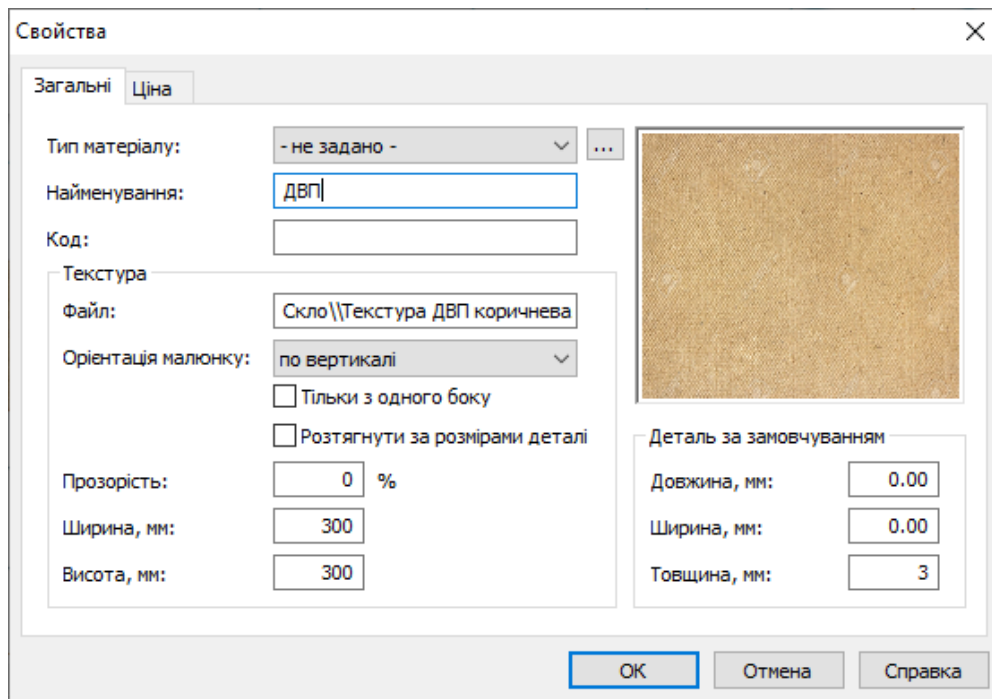

Рис. 2.13. Встановлення властивостей матеріалу
- в діалоговому вікні «Властивості» задати параметри й натиснути кнопку «OK» (рис. 2.13).